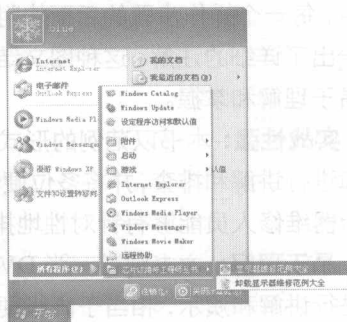

图4
- ④ 以后观看光盘内容时，只要单击【开始】按钮（Windows XP: ，Windows Vista: ），然后在弹出的菜单中选择【所有程序】>【芯片级维修工程师丛书】>【显示器维修范例大全】菜单项就可以了，如图4所示。